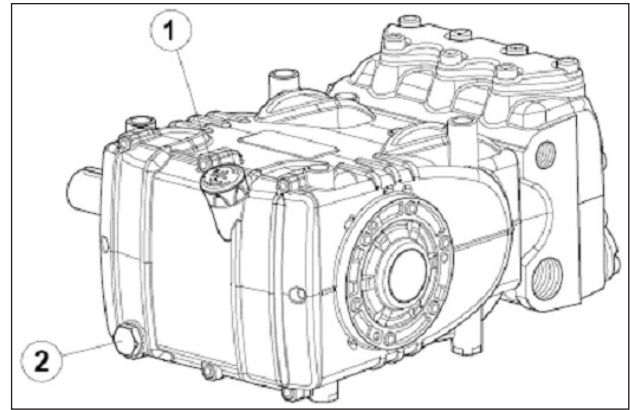

Fig. 3
À l'aide de la tige du niveau d'huile rep. ①, Fig. 3.
Pour contrôler le niveau d'huile, la pompe doit être à température ambiante ; pour la vidange de l'huile, la pompe doit être à température d'exercice. Retirer : la jauge de niveau rep. ① puis le bouchon rep. ②, Fig. 3.